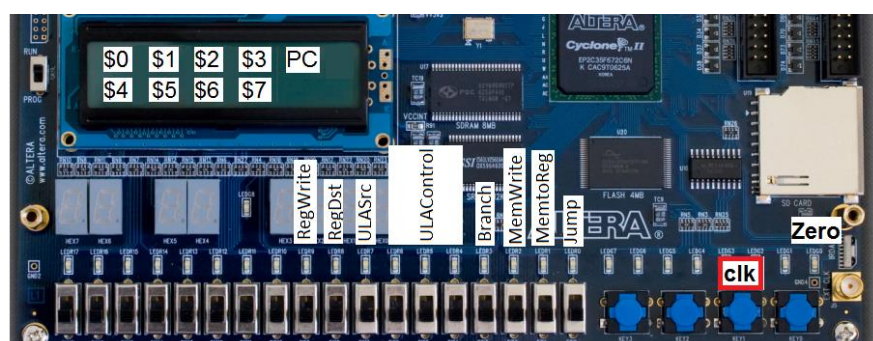

Figura 5 – Placa
- Faça uma pequena alteração no módulo RegisterFile. Crie 8 saídas auxiliares para visualizar externamente os valores de cada um dos registradores. Ao instanciar o módulo, faça as seguintes ligações: .S0(w_d0x0), .S1(w_d0x1), .S2(w_d0x2), .S3(w_d0x3), .S4(w_d1x0), .S5(w_d1x1), .S6(w_d1x2), .S7(w_d1x3). Nesse caso, o LCD deverá ficar conforme a Figura 5.